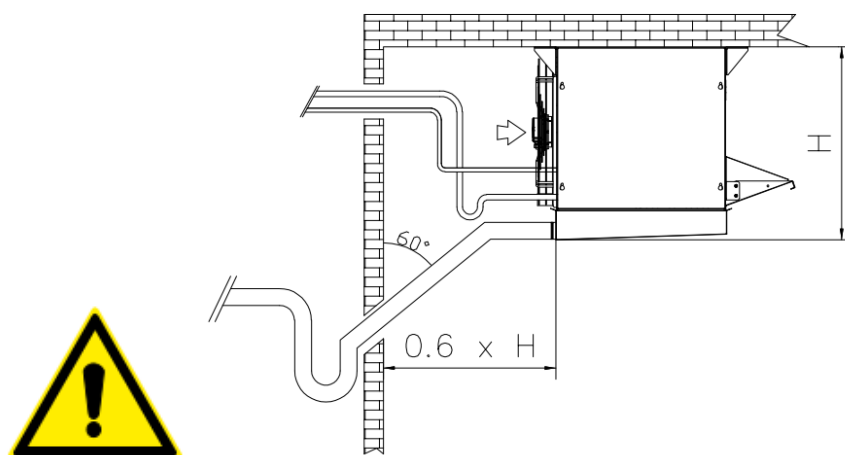

Fig. 4
- Manometrów kontrolnych (Te, Rys. 4): wszystkie urządzenia wyposażone są w zawory serwisowe na rurze ssącej, pozwalające na pomiar ciśnienia ssania i kontrolę prawidłowej pracy. Po zakończeniu prac przyłączeniowych i regulacji należy ponownie zamontować oba panele boczne.
- Instalacji odpływu skroplin (F) do króćca tacy skroplin (G).
- Prüfmanometer (Te, Fig. 4); Die Luftkühler sind mit einem Schraderventil ausgestattet, wo ein Prüfmanometer angeschlossen werden kann. Zuletzt sind die Seitenteile wieder zu montieren.
- Tropfwasseranschluß (F) an den Ablaufstutzen (G).
Tubature per lo scarico della condensa (fig.4)
Condensation discharge piping (fig.4)
Instalacja odprowadzenia skroplin (rys. 4)
Kondensatablassleitungen (fig.4)